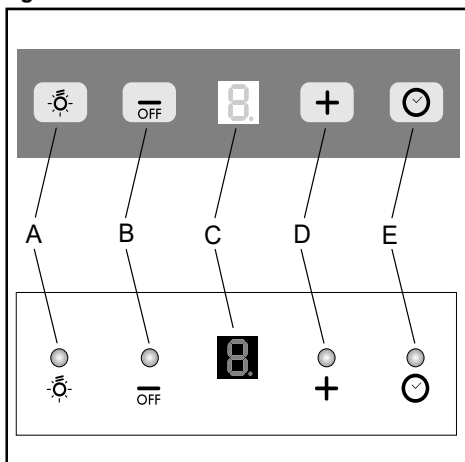

Fig.11
COMANDI (Fig. 11):
• Saturazione filtri Antigraasso/Carbone attivo: Fig.11